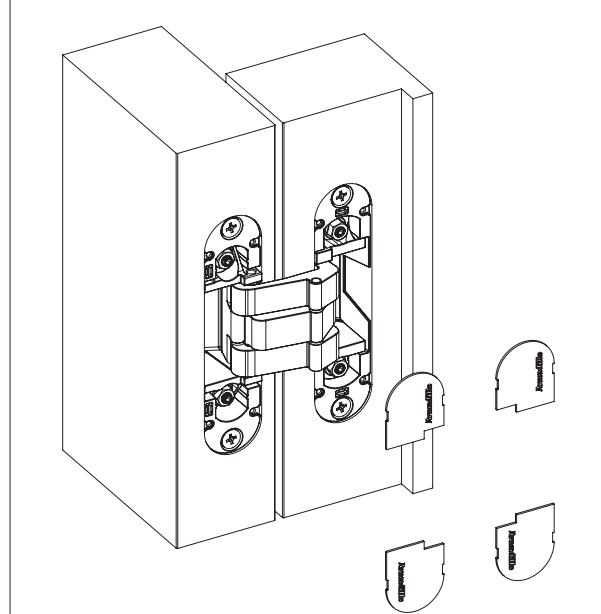

Рисунок 9 — Установка декоративных накладок.
6. Установить декоративные накладки (см. рис.9).